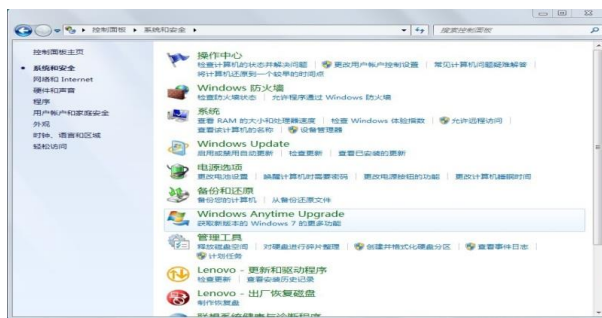

图 3
b. 打开设备管理器。控制面板--》系统和安全--》系统 --》设备管理器。出现如下图 3 所示对话框：